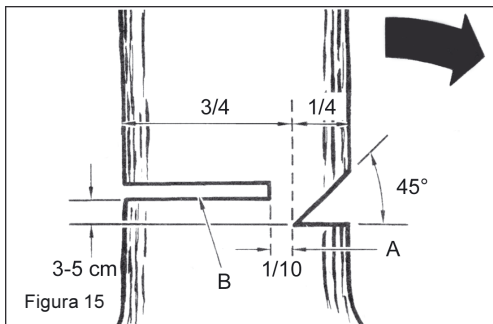

Figura 15
3. Taglio di direzione (figura 15):
4. Taglio di abbattimento (figura 15):